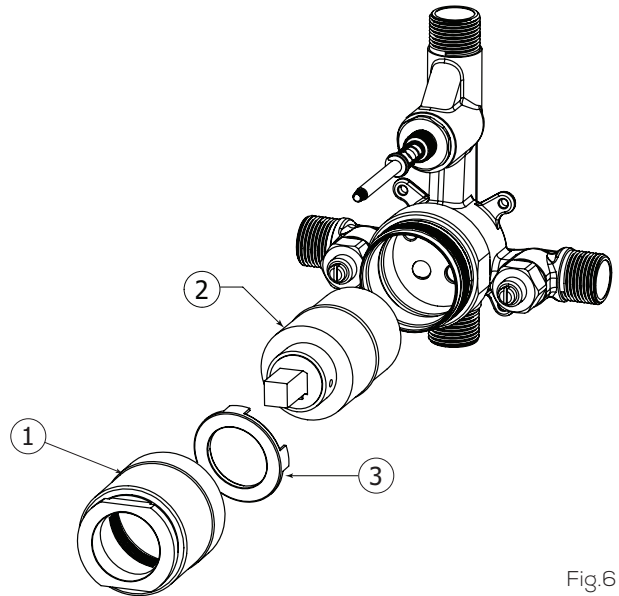

Fig.6
Unscrew the cartridge holder (1) and remove the protective plug. Fig. 6. Make sure the "top" plastic spacer remains in place (3).
Insert the cartridge (2) into the valve body as shown. Fig.6. Make sure its guiding lugs line-up with the corresponding openings in the rough. Push the cartridge until its surrounding O-ring is firmly engaged. Reinstall the cartridge holder (1). DO NOT OVERTIGHTEN.
Dévisser le manchon de la valve (1) et retirer le capuchon protecteur. Fig. 6. Assurez-vous de ne pas perdre l'anneau en plastique monté sur le dessus (3).
Insérer la cartouche (2) dans la valve telle qu'illustré. Fig. 6 Utiliser les 2 projections en dessous comme guide pour l'orienter correctement. Enfoncer la cartouche, jusqu'à ce que le joint thorique du pourtour soit fermement engagé dans la base. refermer la valve à l'aide du manchon. NE PAS TROP SERRER.